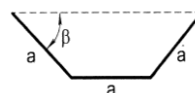

Рис. 5.4
5.6. З трьох однакових дощок шириною a (рис.5.4) треба зробити жолоб, поперечний переріз якого мав би форму трапеції. Яким повинен бути кут β , щоб отримати переріз максимальної площі?